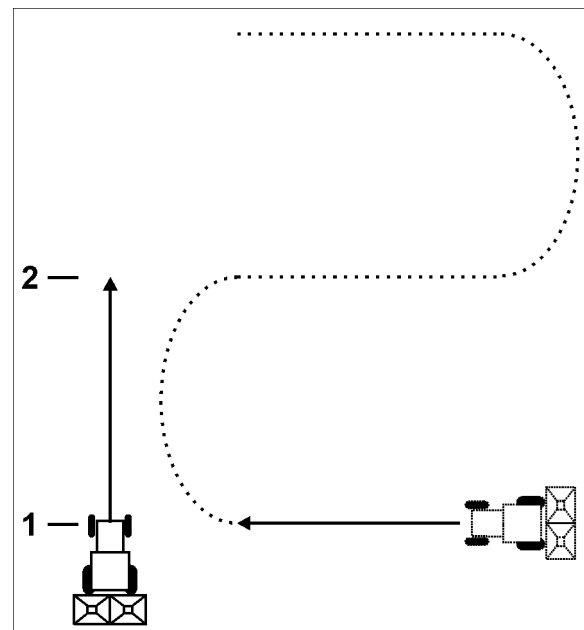

Fig. 7
(Fig. 7/1), tryck på .
- 2. Visar displayen arbetsbreddsvärdet (Fig. 7/2) som vägsträcka, påbörja anslutningsfarten.